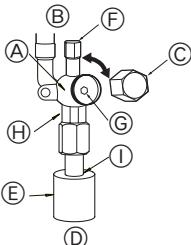

Fig. 4-6
- ② Sicherstellen, daß das Absperrventil vollständig offen ist, und die Kappe zurück in Ausgangsstellung drehen.
- (2) Flüssigkeitsseite von P100-P140 (Fig. 4-6)
- ① Entfernen Sie die Kappe und drehen Sie die Ventilstange mit einem 4-mm-Schakschlüssel bis zum Anschlag gegen den Uhrzeigersinn. Hören Sie auf zu drehen, wenn der Anschlag erreicht ist.